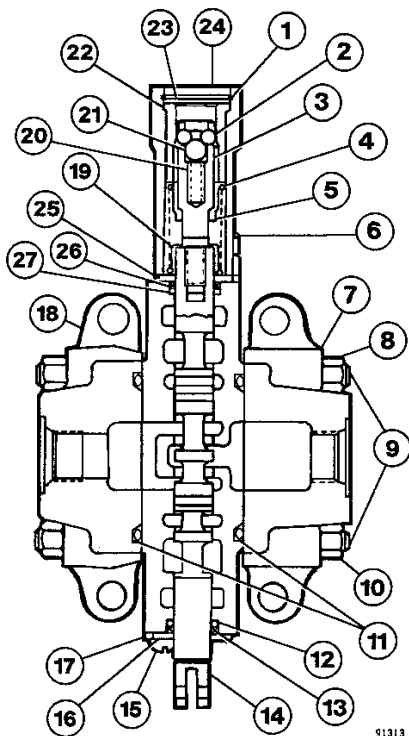
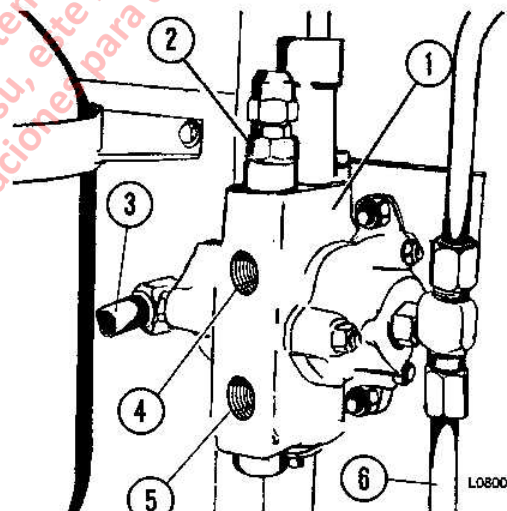

FIGURA 8-14. VALVULA PILOTO DE ELEVACION
FIGURA 8-15. VALVULA DE ALIVIO
2. Saque el perno pulido (15, Figura 8-14), la placa del sello (16), el limpiador (13) y el anillo de goma (12).
3. Saque el anillo de retención (1), los pernos (6), la tapa (24), el espaciador (23) y la camisa de retén (22). Las bolas de detención (2) y (21) caerán cuando se saquen la tapa y la camisa de retén. Separe la tapa (24), el espaciador (23) y la camisa de retén (22) porque será necesario para reensamblar.
4. Saque cuidadosamente el carrete (14) de la caja del carrete (17). Saque el retén del sello (25), el limpiador (26) y el anillo de goma (27) del carrete (14).
5. Inserte una varilla en los orificios cruzados del pasador de retén (3) y destornille del carrete (14). Presione levemente contra el pasador de retén a medida que se desengancha y se libera la presión del resorte.
6. Saque los asientos del resorte (19), el resorte (4) y el espaciador (5).
7. Saque la válvula de alivio (2, Figura 8-15) de la caja del carrete (1).
9. Saque las tuercas (8 y 10, Figura 8-14) y saque los tirantes de acoplamiento (9). Separe las cajas de las válvulas. Saque el anillo de goma (11). Saque, desde la caja del carrete, el cabezal móvil y el resorte ubicados en el costado de la caja de salida de la caja del carrete.
4. Inspeccione el carrete (14, Figura 8-14). El carrete no debe tener marcas longitudinales, mellas o ranuras.
5. Pruebe el carrete (14) en la caja del carrete para ver si calza. Debe calzar libremente y girar una vuelta completa sin pegarse.
6. Monte un anillo de goma nuevo (27, Figura 8-14) y el limpiador (26). Monte el retén del sello (25).
7. Monte el espaciador (5), los asientos del resorte (19) y el resorte (4). Atornille el pasador de retén (3) en el carrete (14). Se requerirá un poco de presión para comprimir el resorte de retén. Apriete el pasador de retén con un torque de **84-96 in. lbs. (9-11 N.m)**. Monte el resorte (20). Monte cuidadosamente el carrete en su caja.
8. Aplique grasa a los orificios cruzados del pasador de retén (3) para sostener las bolas (21) y (2).
9. Deslice la camisa de retén (22) en la tapa (24) y coloque sobre un punzón. Usando este punzón presione la bola (21) e inserte las bolas (2) en los orificios cruzados del pasador de retén.
10. Mientras sostiene la bola (21), deslice la camisa de retén (22) y la tapa (24) como un conjunto sobre el pasador de retén (3). Continúe insertando la camisa de retén (22) hasta que haga contacto con el asiento del resorte (19).
11. Asegure la tapa (24) en su lugar con pernos (6). Apriete los pernos (6) con un torque de **5 ft. lbs. (7 N.m)**. Monte el espaciador (23) y el anillo de retención (1).
12. Instale un anillo de goma nuevo (12) y el limpiador (13). Instale la placa del sello (16). Instale los pernos pulidos (15).
13. Usando anillos de goma nuevos, monte la válvula de alivio (2 Figura 8-15) en la caja del carrete.